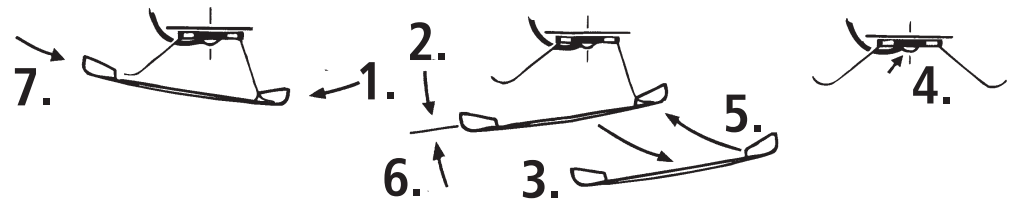

Fig. 5
4. Remplacement des balais du moteur: Démontez la caisse (voir fig. 3). Démontez ensuite le moteur et échangez le balais (fig. 5).